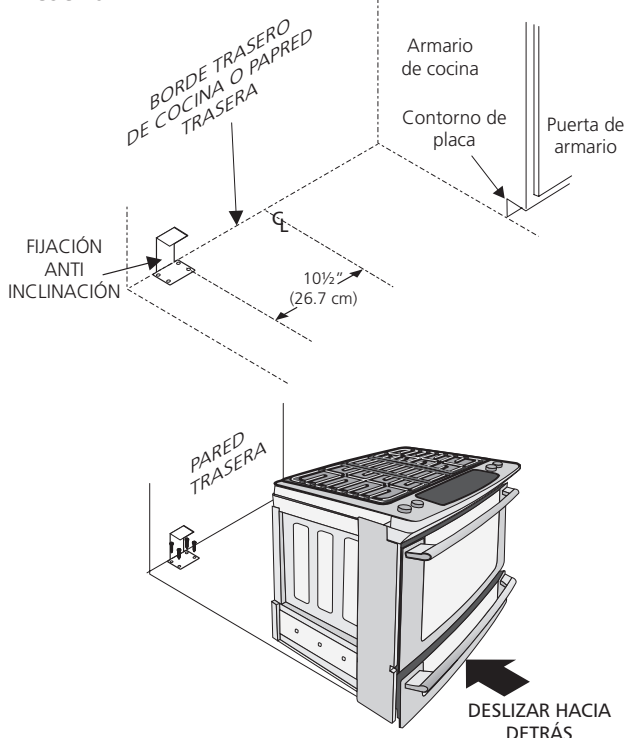

Figura 13
2. Desplegar el molde de papel y colocarlo alisado sobre el piso con el vértice posterior derecho posicionado exactamente en la intersección de las líneas central y posterior dibujadas anteriormente. (Si no se dispone de un molde, usar el diagrama incluido a continuación para ubicar las ménsulas (Figura 13)).